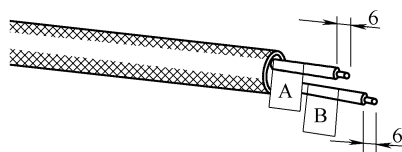

图 6-61 将两导线除去 6mm 的绝缘层
③ 用压线钳将两根导线上除去 6mm 的绝缘层，如图 6-61 所示。